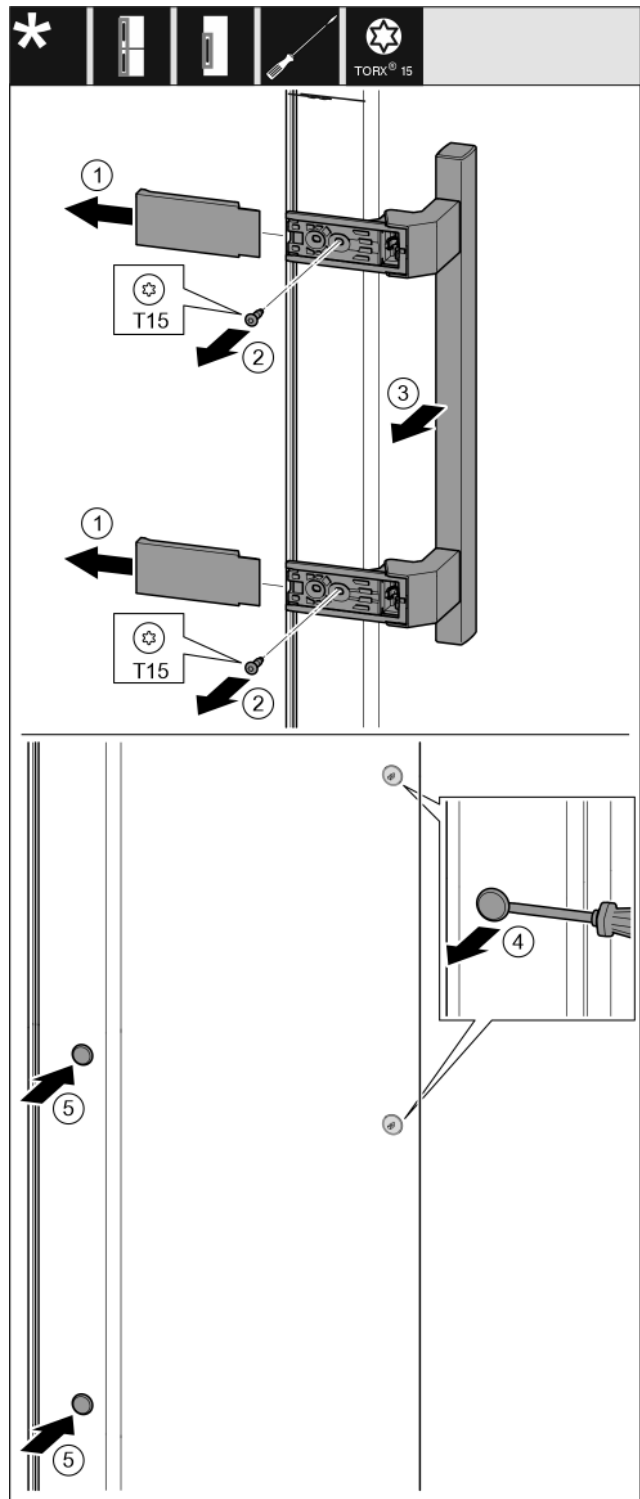

Fig. 15
- Снимите крышку. Fig. 15 (1)
- Выкрутите винты отверткой Torx 15. Fig. 15 (2)
- Снимите ручку. Fig. 15 (3)
- Осторожно поднимите шлицевой отверткой боковые заглушки и извлеките их. Fig. 15 (4)
- Снова вставьте заглушки с другой стороны. Fig. 15 (5)